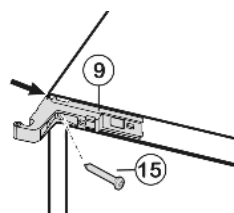

Fig. 14
- ▶ Revisser le support d'appui Fig. 14 (9) supérieur, pivoté de 180°, sur le côté opposé avec la vis Fig. 14 (15) en utilisant un couple de serrage de 4 Nm. Apposer le support d'appui sur la paroi latérale de l'appareil.